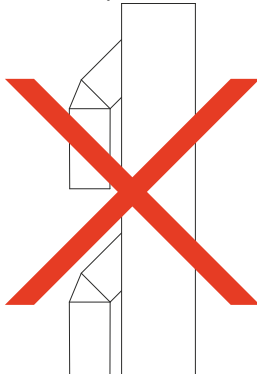
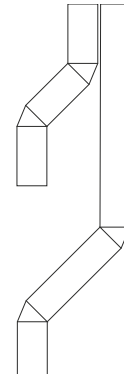

Figura 6
Figura 7
- La salida de humos no debe ser compartida con otra, ver *figura 6*. Se debe separar a lo largo de toda su longitud y tener su propio tiro de chimenea independiente, ver *figura 7*.